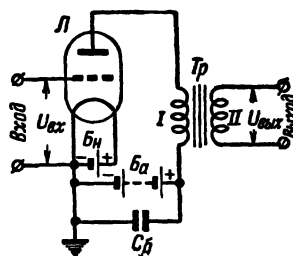

Рис. 5. Схема трансформаторного усилителя.
**Трансформаторный усилитель.** Схема трансформаторного усилителя показана на рис. 5. Первичная обмотка  $I$  трансформатора низкой частоты  $Tr$  включена в анодную цепь лампы  $L$  в качестве нагрузочного со-